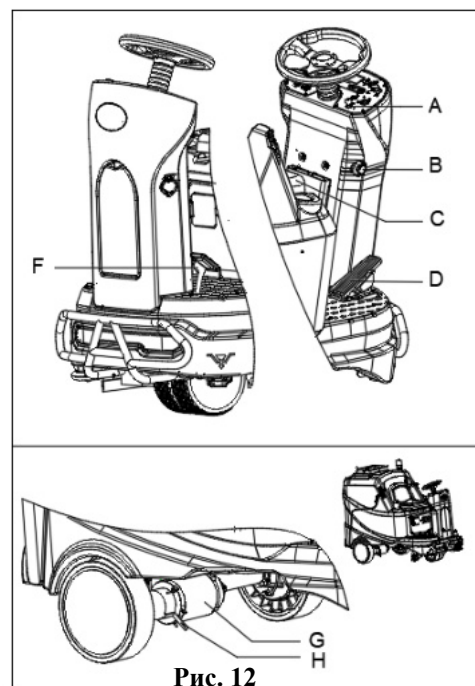

Рис. 12
1. Поверните ключ зажигания (А, рис. 12) в положение “I”, займите сиденье (С).
2. Слегка нажмите педаль привода (D) слегка, затем ослабьте ее, чтобы проверить, может ли машина двигаться вперед и останавливаться.
4. Быстро нажмите на педаль механического тормоза (F), чтобы проверить, можно ли немедленно остановить машину.
Электрический тормоз мотора двигателя отключен, когда двигатель работает. В некоторых особых случаях, таких как упаковка/распаковка машины, неисправность машины и т. д., может потребоваться толкнуть машину. На приводном двигателе (G, рис. 12) нажмите на ручку тормоза (H, рис. 12), тормоз